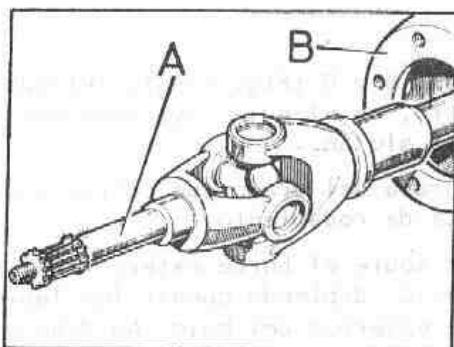

Fig. F-18 Semieje
- 1.3. Extraer el semieje completo, A (Fig. F-18).